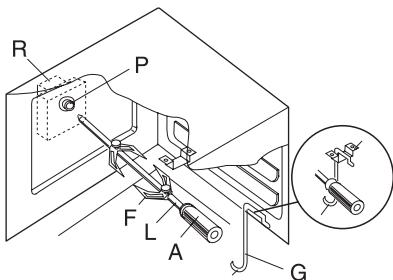

Abb. 11
- Die Speise auf den Spieß stecken (L) und gut ausbalanciert fest am Haken (F) befestigen. Siehe Abb. 11.
- Den Drehspieß in die Öffnung (P) drücken und vorne auf den Haken (G) legen. Handgriff (A) entfernen.